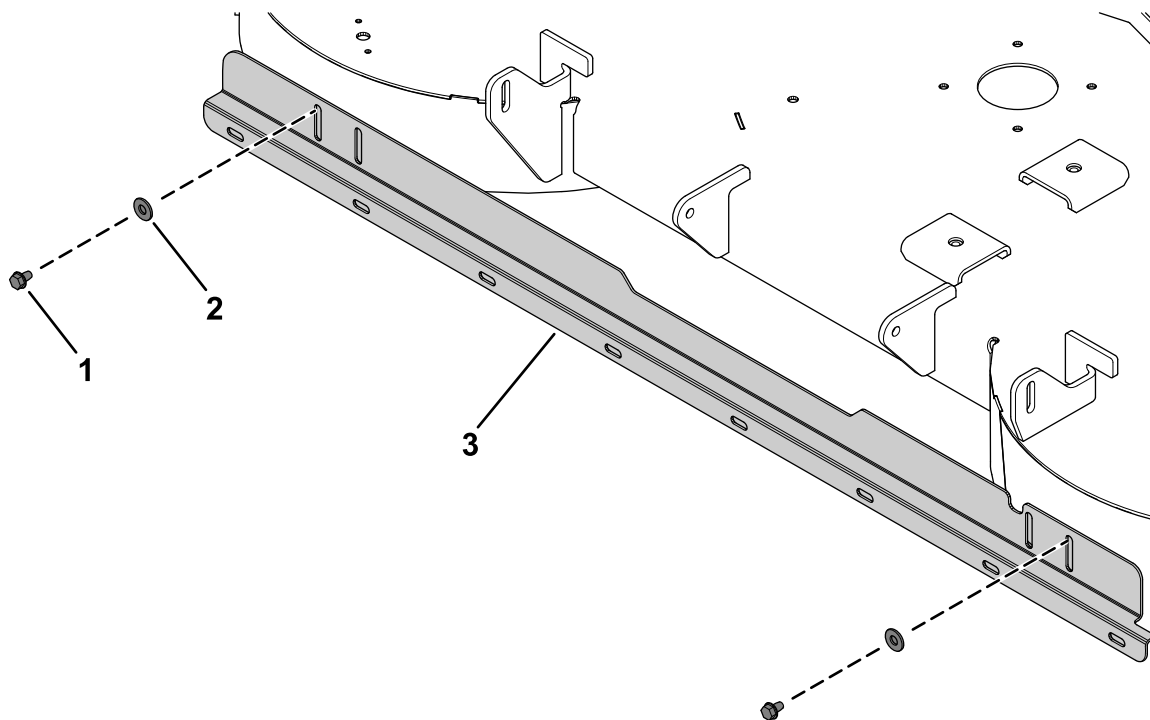

Figure 7
2. Fixez le support du traceur sur le tablier de coupe à l'aide de 2 vis à embase (5/16 x 1/2 po, autotaraudeuses) et 2 rondelles plates (5/16 po), comme montré à la Figure 7.